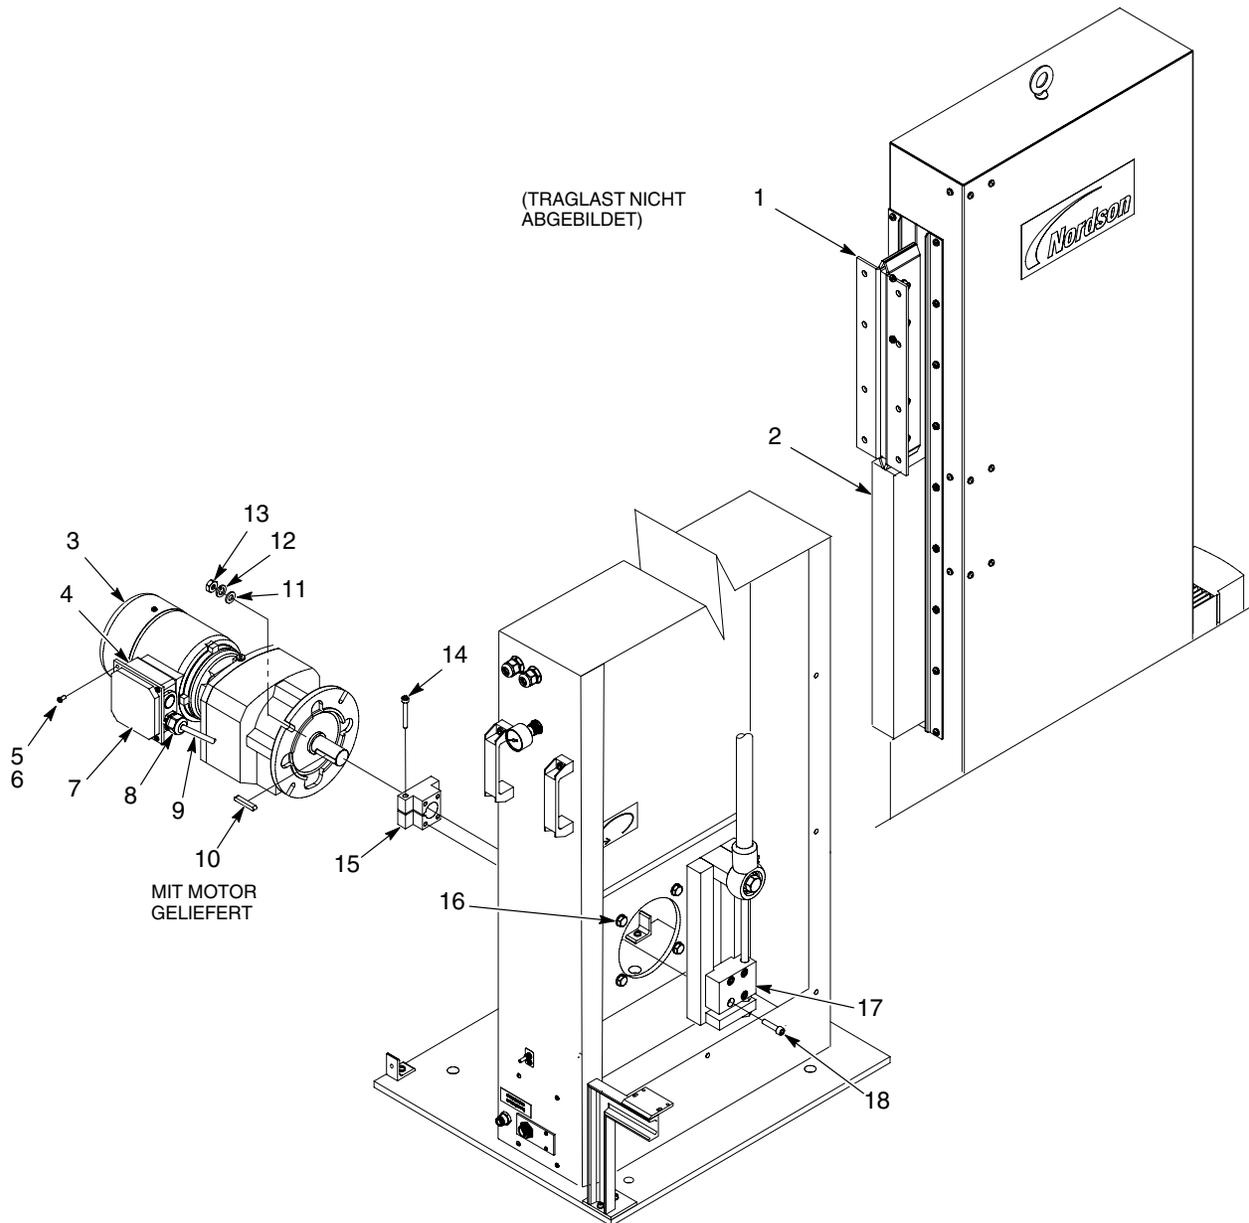

Abb. 14 Getriebemotor ersetzen
1. Siehe Abbildung 14. Den Pistolenwagen (1) in die obere Position bewegen. Den Pistolenwagen (1) mit einem Block (2) wie abgebildet in dieser Position fixieren.
- a. Die Schrauben (5) und Sicherungsscheiben (6) abnehmen, mit denen die Abdeckung (7) an der Anschlussbox (4) befestigt ist.
- c. Die Kabelzugentlastung (8) abnehmen und für die Verwendung mit dem neuen Getriebemotor aufbewahren.
- d. Die Kabeladern in der Anschlussbox (4) abnehmen. Vorsichtig das Kabel (9) aus der Anschlussbox ziehen.
4. Die Schrauben (18) abnehmen, mit denen die Drehmomentstütze (17) am Wellenblock (15) befestigt ist. Die Drehmomentstütze abheben und zur Seite schwenken.
5. Muttern (13), Sicherungsringe (12) und Unterlegscheiben (11) abnehmen, mit denen der Getriebemotor (3) an den Befestigungsbolzen (16) befestigt ist. Getriebemotor vom Hubwerk abnehmen.
6. Die Schraube (14) am Wellenblock (15) lösen. Wellenblock vom Getriebemotor (3) abnehmen.